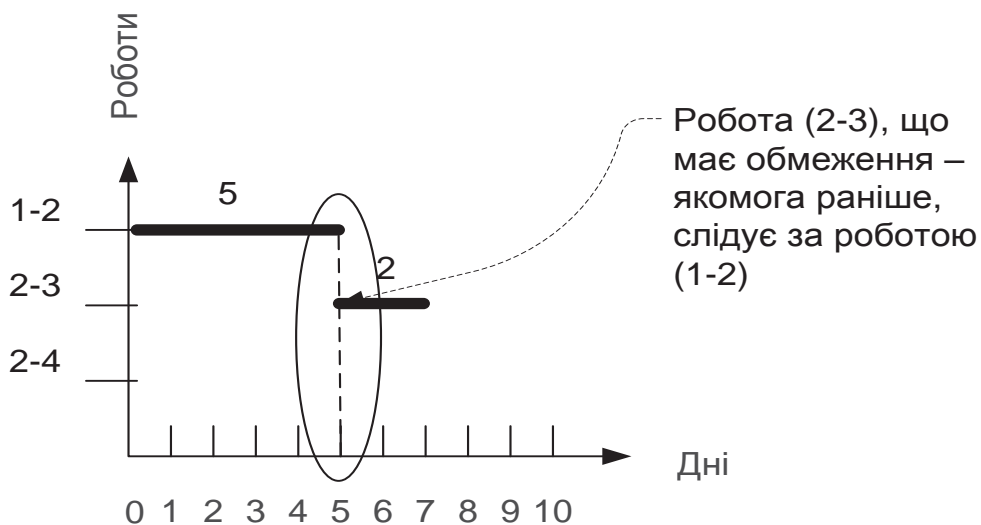

Рис. 5.28. Робота з обмеженням "якомога раніше"
3. Початок роботи, яка починається як можна раніше, співпадає із закінченням попередньої роботи. Наприклад, робота (2-3) починається якомога раніше. Попередня їй робота (1-2) закінчується на 5 день, тому початком роботи (2-3) буде 5 день (рис. 5.28).